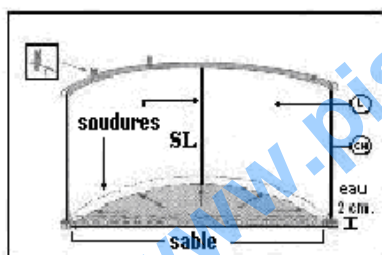

fig. 19
- a) Placez le liner (L) au centre de la piscine et dépliez-le vers les côtés, placez le côté rugueux vers le haut (intérieur de la piscine). La soudure qui fait la jonction entre la base du liner et le côté doit être parfaitement appliquée contre les profilés inférieurs et la paroi (fig. 19). La soudure du liner doit être placée vers le bas (sol) et la paroi de la piscine.